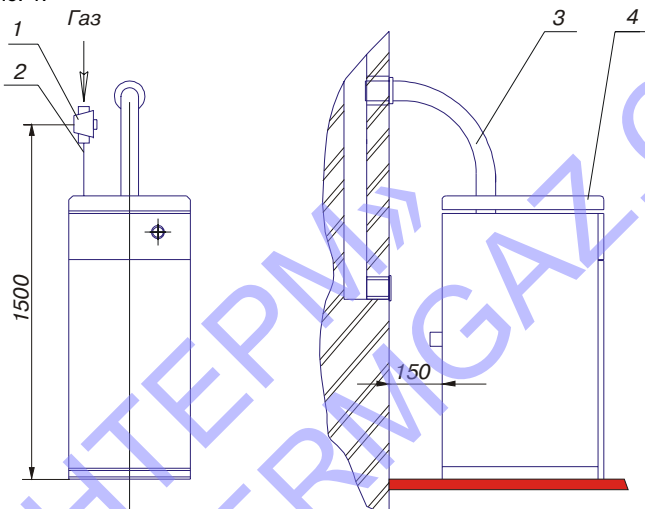

Рис. 4. Подключение аппарата к дымоходу и газопроводу:
При подсоединении аппарата к дымоходу должны выполняться требования пожарной безопасности. Примерная схема подсоединения аппарата к дымоходу показана на рис. 4.
- 2) открыть газовый кран на газопроводе (см. рис.4);